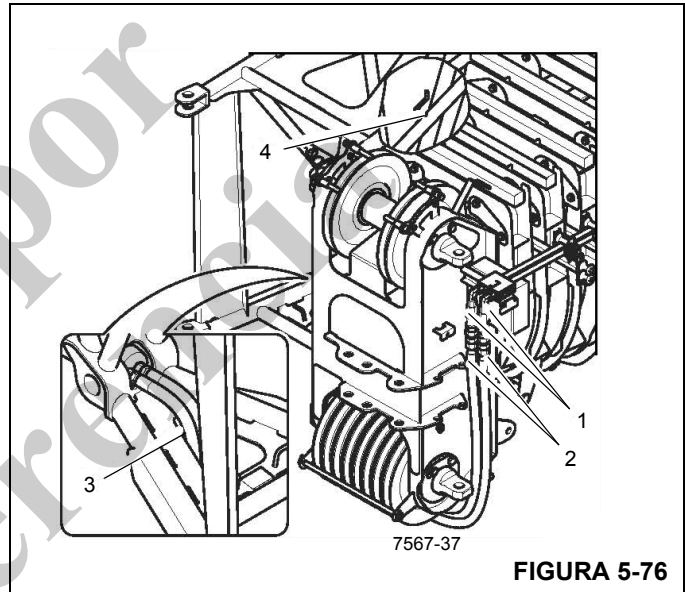

FIGURA 5-76
1. Si es necesario, ponga las conexiones (1, Figura 5-76) en la posición para realizar operaciones de extensión de la pluma.
2. Retire la manguera (2) de la abrazadera (4).
3. Pase las mangueras hacia el lado izquierdo por la abertura inferior (3) en la sección base de la extensión de la pluma debajo de la cabeza de la pluma.
4. Retire las tapas protectoras de las conexiones (1) y conecte las mangueras (observe el código de color).